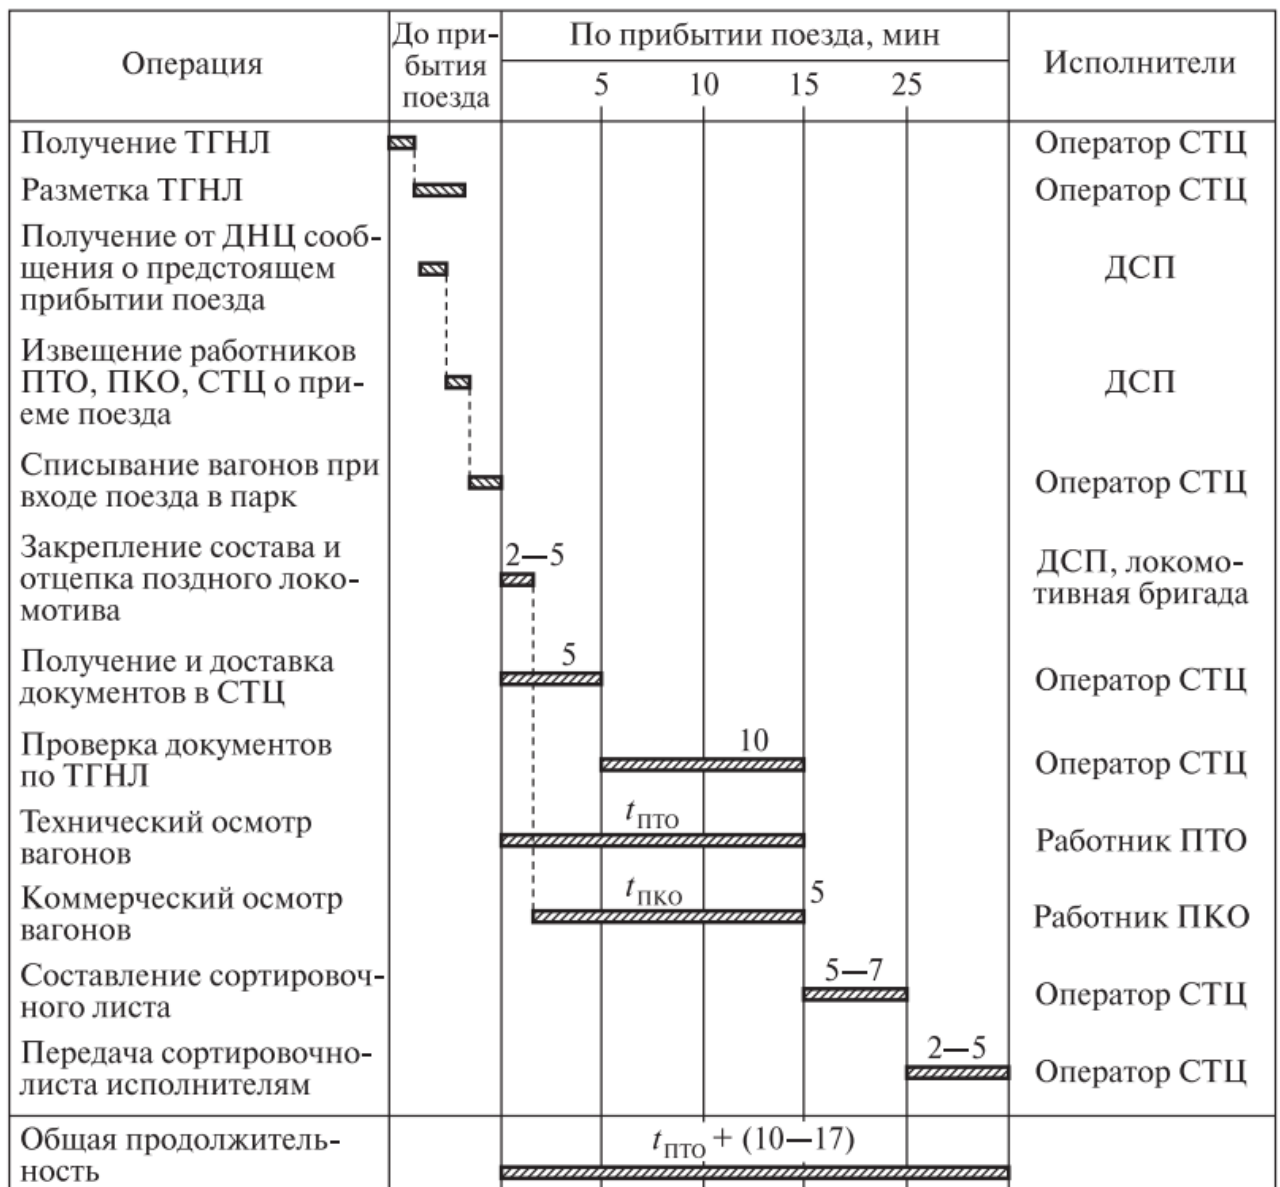

Рисунок 18.1 Обработка состава прибывшего в расформирование
2. На основании расчетов необходимо построить график обработки состава прибывшего в расформирование. Пример графика приведен ниже (рисунок 18.1).